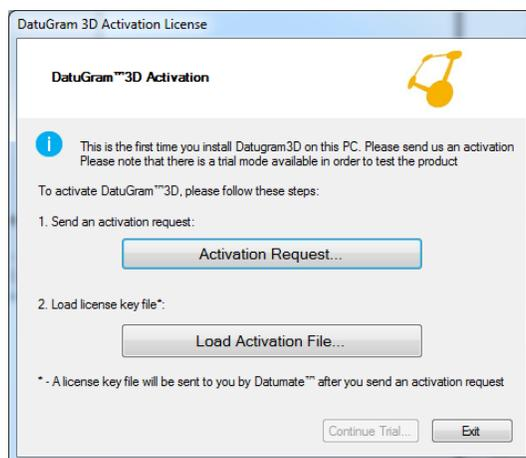

图 4: DatuSurvey™ 激活许可证
6. 收到 V2C 后，将其保存；且 *DatuSurvey™* 启动时将再次显示“*DatuSurvey™* 激活许可证”窗口（图 4）。单击**加载激活文件**。
如果你已购买网络许可证，可通过在“激活许可证请求”表单（图 4）中添加或删除 LicID 来管理可用并发 *DatuSurvey™* 许可证的数量。